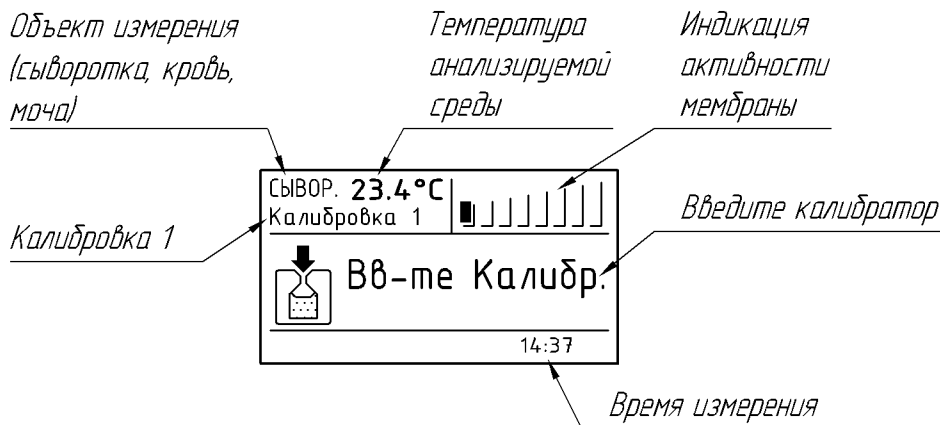

Рис.28. Индикация активности мембраны.
3.6.7. В течение 50 мин. на дисплее должны начать гаснуть сегменты активности мембраны «Уровень». Сегменты гаснут в результате активации ферментной мембраны и ее усадки. Чем активнее идет этот процесс, тем быстрее гаснут сегменты; чем больше сегментов погасло, тем выше степень готовности мембраны. На рис.28 представлен вариант индикации активности мембраны. Здесь погасли 7 сегментов «Уровень», что означает высокую степень готовности мембраны.